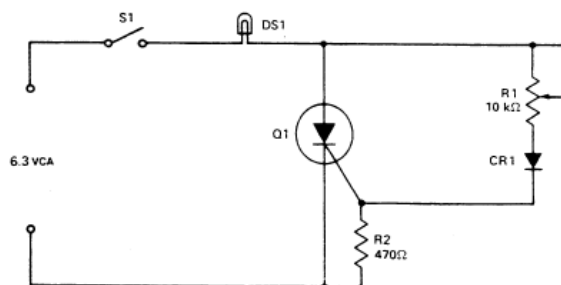

Fig. 4-1
□ 1. a) Observe el circuito de la Fig. 4-1. Cuando se cierra *S1*, se aplican 6.3Vca entre el ánodo y cátodo de *Q1* a través de *DS1*, y a través del circuito de disparo de compuerta *R1*, *CR1* y *R2*. *DS1* representa la carga y permanece apagada hasta que *Q1* dispara. *R1* controla la amplitud del voltaje